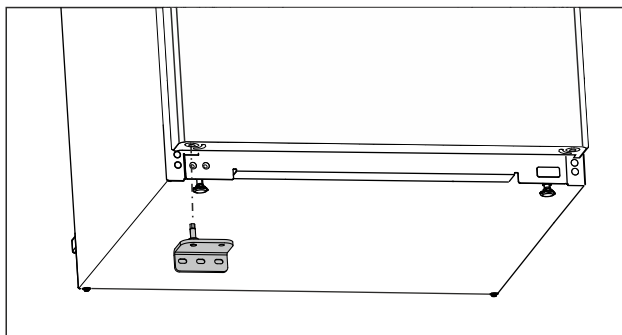

Fig. 25
- Helyezze be az alsó csapágybakot az ellenkező oldalon. (lásd Fig. 25)